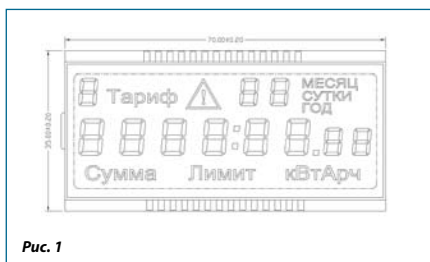

Рис. 1
- сегментные индикаторы — в видимой области расположены группы семисегментных «восьмерок», специальных символов (пиктограмм) и пр. (рис. 1, 2). Информация отображается путем включения необходимых сегментов и их групп;
В видимой области сегментных индикаторов расположены группы сегментов (например, группы семисегментных «восьмерок»), специальных символов (пиктограммы) и пр. (рис. 1, 2). Количество сегментов, как правило, не превышает 200–300. В зависимости от количества сегментов и возможностей микрокон-